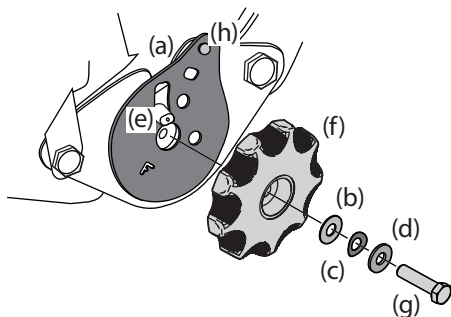

Figure 2-12
8. Prenez le dispositif de réglage du siège du sac et installez-le comme illustré sur la figure 2-12.
Note : Vérifiez que la plaque de réglage (a) est bien placée, puis installez la rondelle en plastique (b), la rondelle ondulée (c) et la rondelle métallique (d). Voir Figure 2-12. La rondelle de plastique doit être placée en premier.
9. Placez la plaque de réglage (a) sur le goujon (e). Voir Figure 2-12.